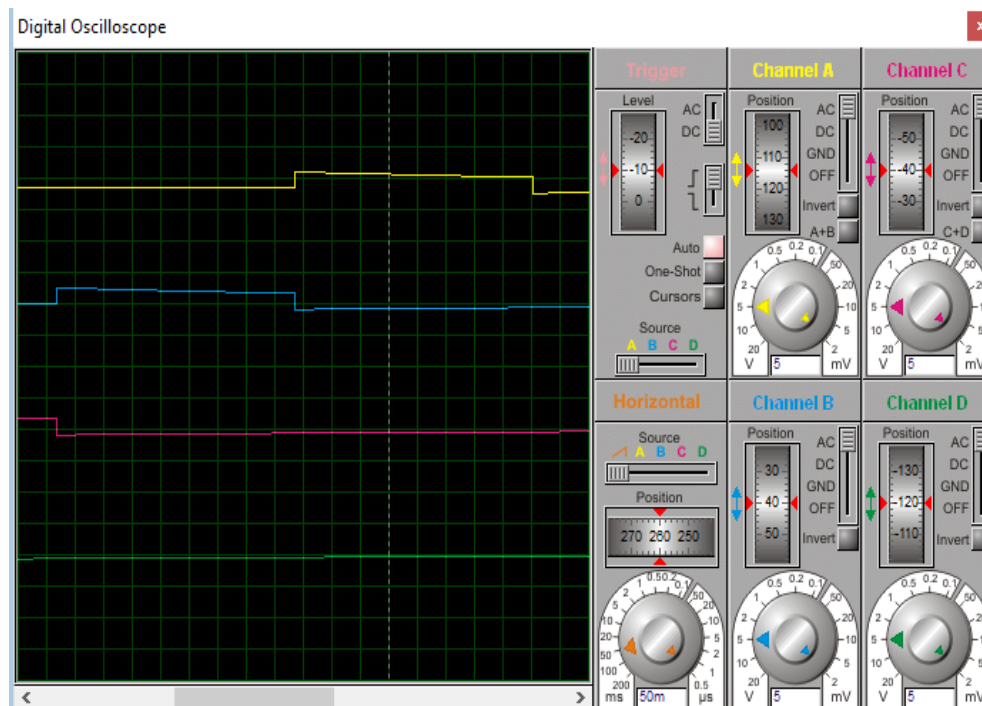

Рисунок 4 – Вид сигналов при исполнении программы
3. Подключим осциллограф и посмотрим на вид сигналов (рисунок 4).